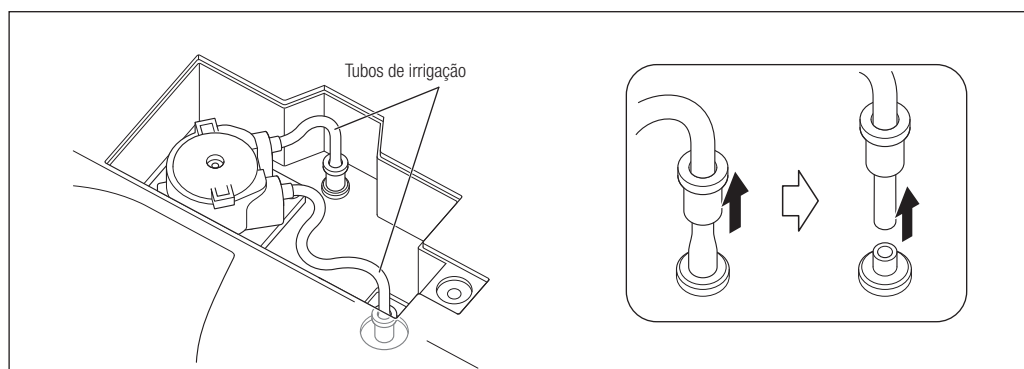

Fig. 50
- 3) Retire os dois tubos de irrigação da unidade de controle (Fig. 50).
- 8) Instale o tubo de irrigação seguindo o procedimento de remoção de forma inversa. Pressione bem o anel conector na unidade de controle até estar totalmente inserido (Fig. 50).